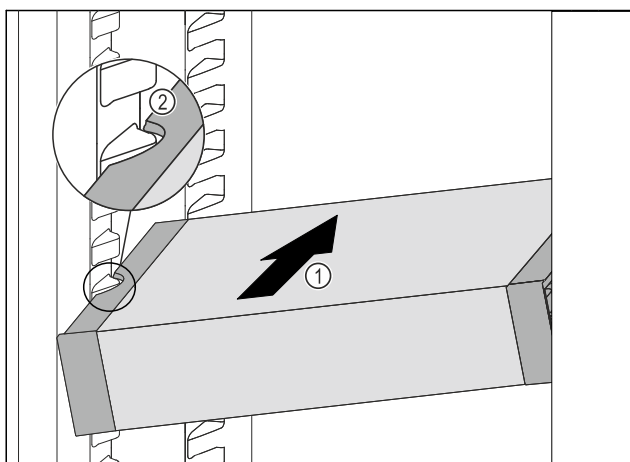

Fig. 88
- ▶ Вдвигайте VarioSafe под наклоном в холодильное отделение Fig. 88 (1), пока боковые выемки Fig. 88 (2) VarioSafe не окажутся на высоте выступа резервуара в холодильном отделении.